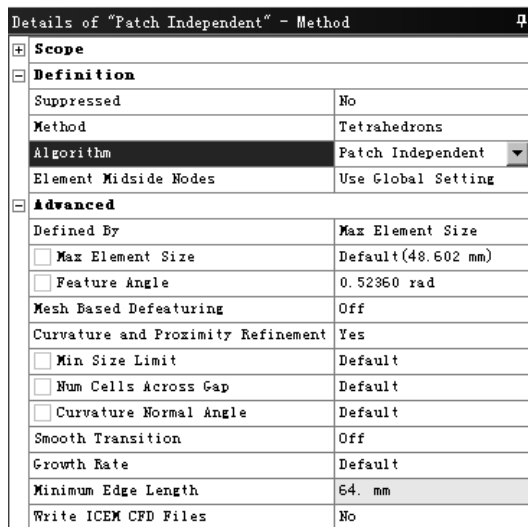

图 4.1.7 “Details of ‘Patch Independent’ -Method”对话框（一）
- ◆ 选用协调分片算法的方法：在图 4.1.7 所示的“Details of ‘Patch Independent’ -Method”对话框 **Definition** 区域的 **Method** 下拉列表中选择 **Tetrahedrons** 选项，在 **Algorithm** 下拉列